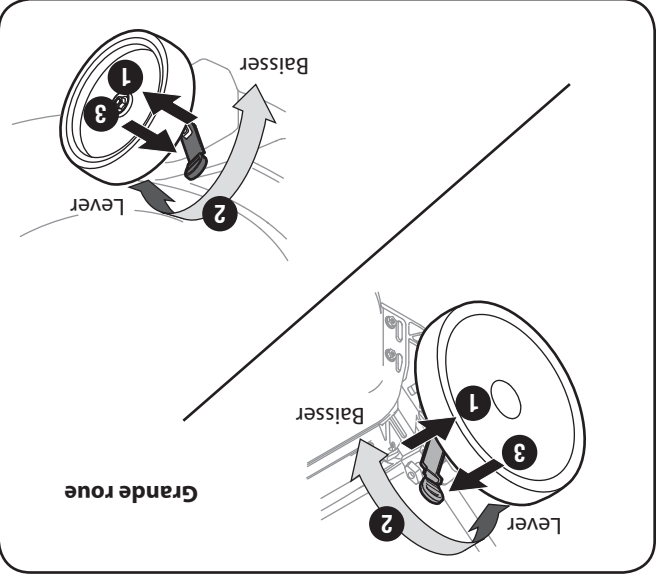

Figure 3-11
2. Choisissez la position la plus confortable parmi les trois positions possibles. Voir le détail de la Figure 3-11.